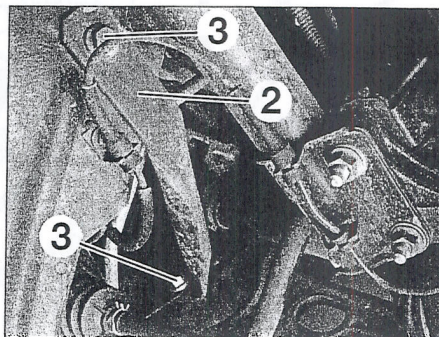

Figura 5-2
- En el lado derecho, desmontar el tirante (2) aflojando los tornillos (3) (figura 5-2).